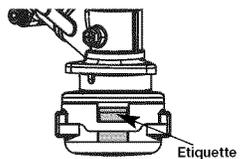

Fig. 19
- Poussez fermement sur les languettes situées de chaque côté de la tête de coupe. (Fig. 19)